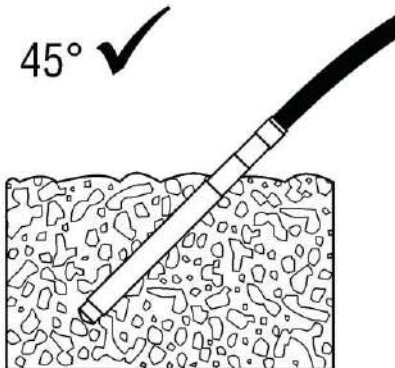

FIGURA 24
- Se recomienda, para tener más eficiencia en el trabajo de vibración, no inclinar el vibrador más de 45° (45° máximo). Figura 24.